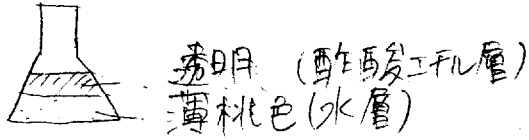

図1. 二層に分離した
- ① 原料 1.0g (色付き茶色に白結晶) と 33% NaOH 3.6 mL を混合した。溶解すると茶色の溶液となった。
- ② 酢酸 1.2g に 純水 2 mL を加えて溶解させたものを ① に 純水 4 mL を用いて流し込んだ。すると、溶液の具のにおいが発生しながら加熱した。
- ③ 空気を冷却管をつけ、95°C のグリセリン浴内で1時間加熱した。また溶液は茶色だった。酢酸のにおいが少ししていた。
- ④ 加熱後、すぐに純水 10 mL を加えた。すると固体が生じたので、そのまま攪拌し溶解させた。固体は白色だった。
- ⑤ 1時間程度スタントに固定したまま空気を乾燥させた。
- ⑥ 水蒸気にて冷却後、氷冷しながら 2 mol/L HCl を 6.12 mL を加えた。色がどうなるかに注意しながら加えていくと沈殿が生成しているのがわかり、こぼした。こぼすやめた。このとき、pH 試験紙の色は、オレンジであった。
- ⑦ 酢酸エチル 15 mL を加え、攪拌して溶かしたのを静置し様子を見る。2層に分かっていた(図1)。これを分液漏斗に入れた。
- ⑧ 抽出操作を行ない、下層を三角フラスコにとりおいた。